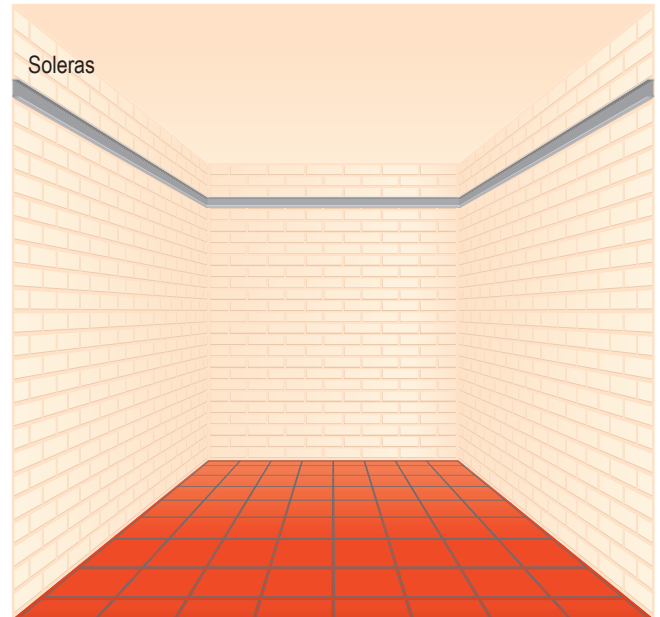

FIG. 1
- 2 Se fijan las soleras a las paredes que conforman los lados de mayor longitud, esto se realiza mediante fijaciones de tarugos N° 8 y tornillos respectivos con una separación máxima de 50 cm. entre si. (Fig. 1)